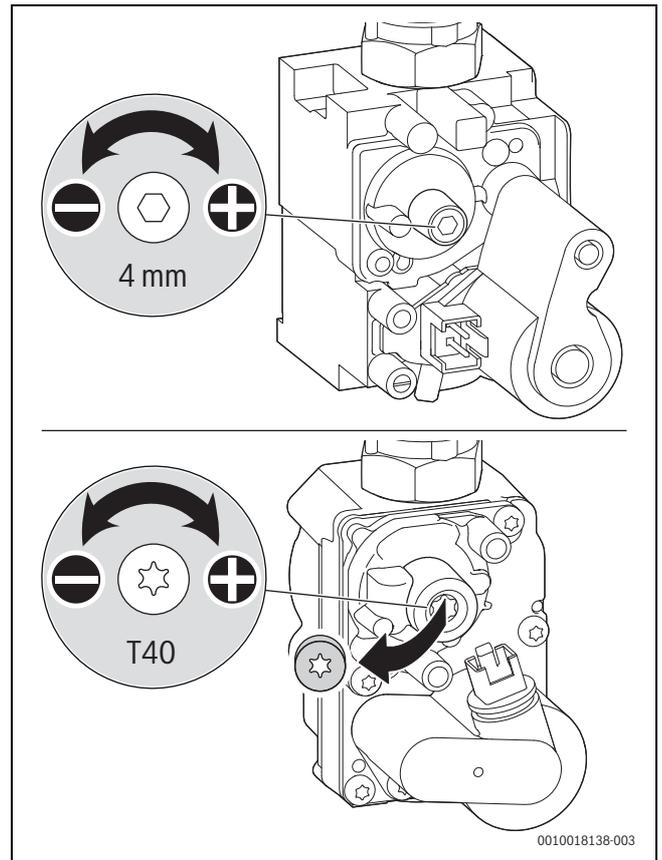

Bild 55 CO2- oder O2-Gehalt einstellen
- ▶ Plombe an der Einstellschraube der Gasarmatur entfernen (nur bei der unteren Gasarmatur in Bild 55) und CO2- oder O2-Gehalt für minimale Nennwärmeleistung einstellen.